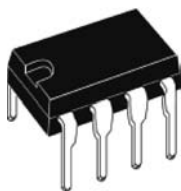
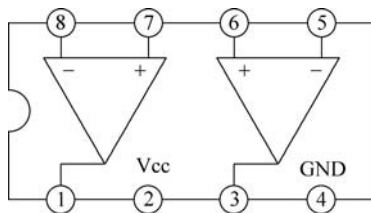

图 5-3 TDA2822 外形图
图 5-4 TDA2822 内部原理示意图
(1) PCB 电路板。一般称作万能板或洞洞板,本实验采用的是大小为 $70\text{mm} \times 90\text{mm} \times 1.5\text{mm}$ 的单面板,孔径 1.0mm ,孔间距 2.54mm ,材质为玻璃纤维。
(2) TDA2822。意法半导体(ST)开发的双通道单片功率放大集成电路,通常在袖珍式盒式放音机、收录机和多媒体有源音箱中作音频放大器。具有电路简单、音质好、电压范围宽等特点,可工作于立体声以及桥式放大(BTL)的电路形式下。本实验使用的器件采用 DIP8 封装,如图 5-3 所示,其内部原理示意图和外部引脚排列如图 5-4 所示。
注意: 从集成电路外形(图 5-3)看,集成电路上有个小缺口或小圆坑,缺口或圆坑下方紧邻的引脚定义为第 1 脚,逆时针方向引脚序号递增。各引脚定义如表 5-1 所示。TDA2822 为单电源供电,电源电压为 $1.8 \sim 15\text{V}$ 。详细的 TDA2822 的各项指标请参考